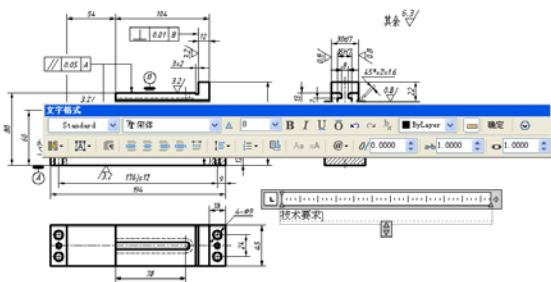

图 5-24 输入段落标题
- 05** 在下侧的文字输入框内单击左键,指定文字的输入位置,然后输入段落标题“技术要求”,如图 5-24 所示。